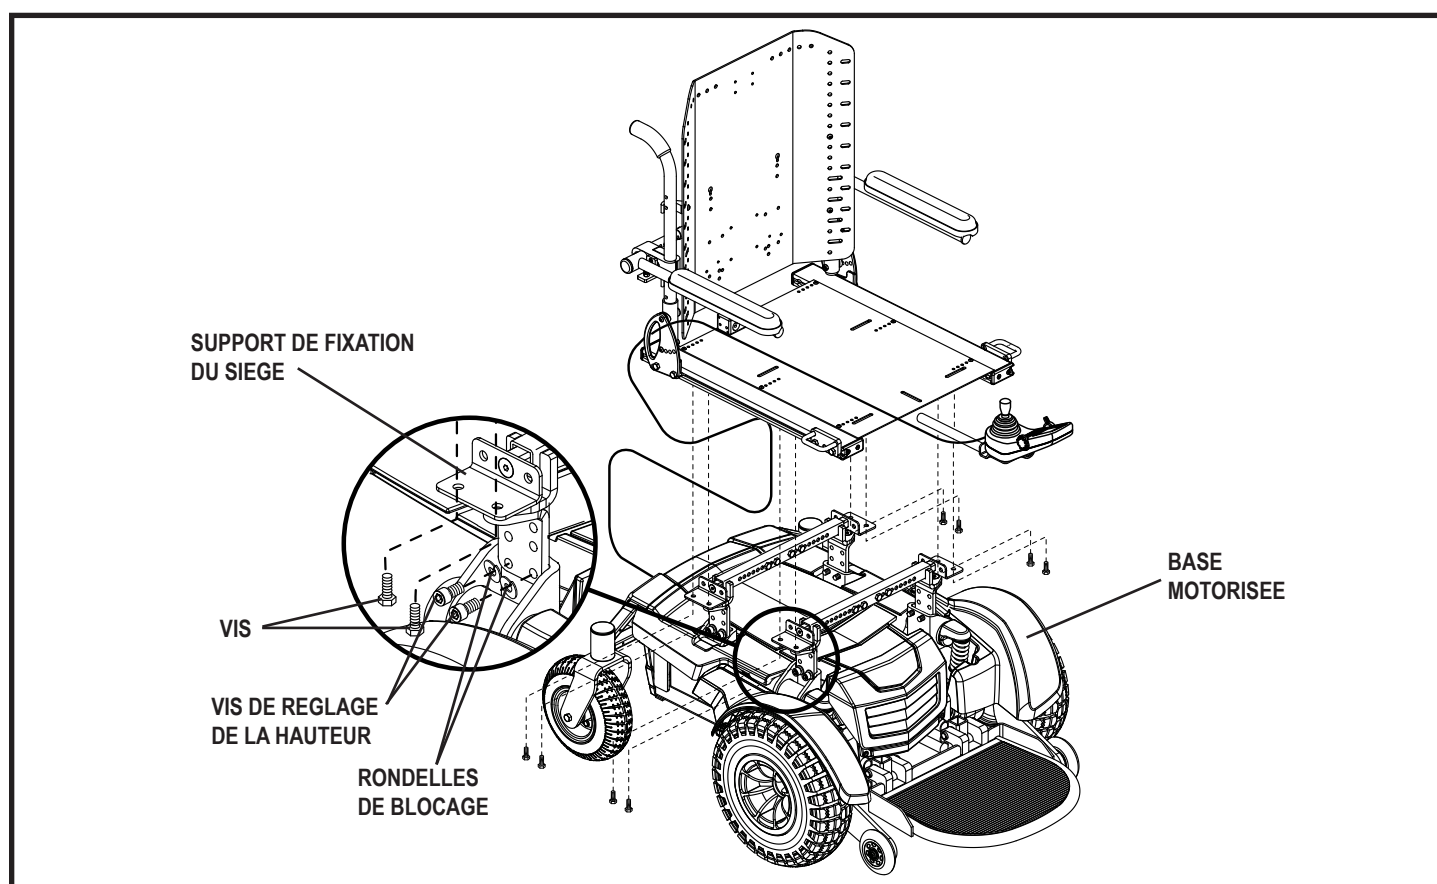

Figure 5. Enlèvement/installation du siège Quantum/Jazzy 1450
1. Retirer les vis des quatre supports de fixation du siège. **Voir la figure 5.**
2. Abaisser le siège de sorte que les rails reposent sur les quatre supports de fixation du siège. Installer les vis à travers chaque support de fixation du siège et dans les écrous en T installés dans la partie inférieure du rail du siège Synergy. **Voir la figure 5.**
3. La hauteur du siège peut être réglée en retirant les vis de réglage de la hauteur. **Voir la figure 5.** Avec les vis de réglage de la hauteur retirées, soulever l'avant ou l'arrière du siège Synergy et insérer les vis dans les rondelles de blocage pour fixer le siège à la hauteur désirée.